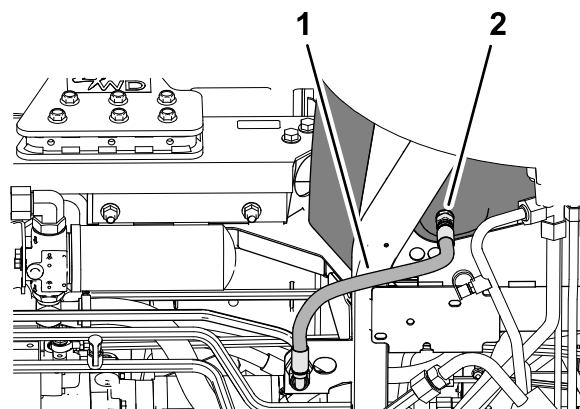

Figura 118
- Coloque el recipiente de vaciado debajo del depósito hidráulico (Figura 118).